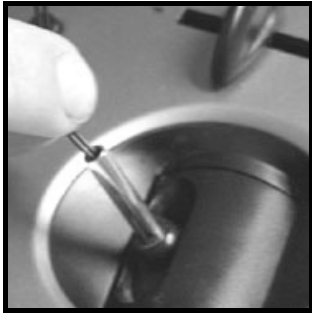

Abb. 9.5.4.
- Die beiden Anschlusskabel des Knüppelgriffs mit Tasten zuerst durch die Feststellmutter und dann durch die Knüppelstange schieben (→ Abb. 9.5.4.) und Knüppelgriff wie in Kapitel 9.4.8. beschrieben wieder montieren.